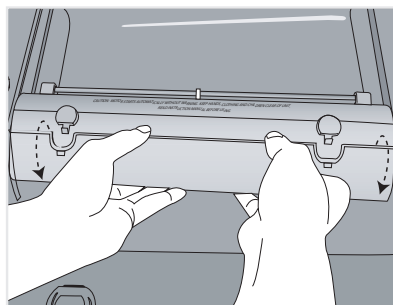

Fig. 13
- Retirer le râteau (Fig. 13).